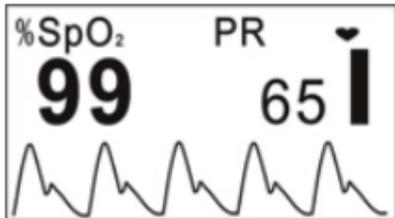
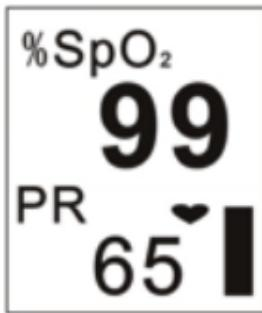
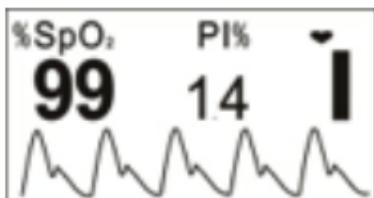
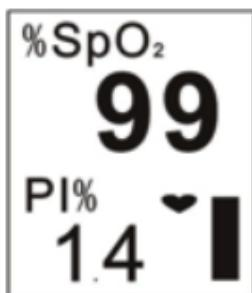

Figura 4
Figura 5
Figura 6
Figura 7
4. Posteriormente entrar en la ventana de visualización de los datos (como se muestra en la Figura 4). El usuario puede leer los valores y visualizar la forma de onda desde la pantalla de visualización.
5. Cuando el display se muestra como en la Figura 4, presionar la tecla Display para cambiar la ventana de visualización
- Presionar una vez la tecla Display, la pantalla del display (como se muestra en la Figura 4) se girará a 180°.
- Presionar dos veces la tecla Display, la pantalla del display cambia-rá como se muestra en la Figura 5.
- Presionar la tecla Display tres veces, la pantalla del display (como se muestra en la Figura 5) se girará a 180°.
- Presionar la tecla Display cuatro veces, la pantalla volverá a la pan-talla como se muestra en la Figura 4.
- Presionar la tecla del display de modo circular, la pantalla del dis-play será conmutada entre las dos ventanas (como se muestra en la Figura 4 y en la Figura 5) y la cuatro direcciones se visualizarán alternativamente.
6. Presionar prolongadamente la Tecla Display (aproximadamente 2 se-gundos), se visualizará la pantalla como se muestra en la Figura 6. Las diferencias entre la Figura 6 y la Figura 4 son las siguientes:
- En la Figura 4 la SpO₂ y la frecuencia cardíaca se supervisan y se visualizan en la pantalla
- En la Figura 6, la SpO₂ y el índice de perfusión se supervisan y se visualizan en la pantalla.
7. Cuando en la pantalla se visualiza lo que se muestra en la Figura 6, presionar la tecla Display de forma circular, la pantalla del display se conmutará entre las dos ventanas (como se muestra en la Figura 6 y en la Figura 7) y la cuatro direcciones se visualizarán alternativamente.
8. La ventana de visualización (como se muestra en la Figura 6 o en la Figura 7) volverá a la pantalla como se muestra en la Figura 4 o en la Figura 5 si no se realiza la operación dentro de 10 segundos.